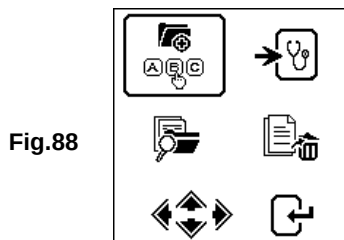

Fig.88
1. Ir a la Menú principal (Fig.88), seleccione Ver resultados de prueba (Fig.89) como se muestra a continuación: